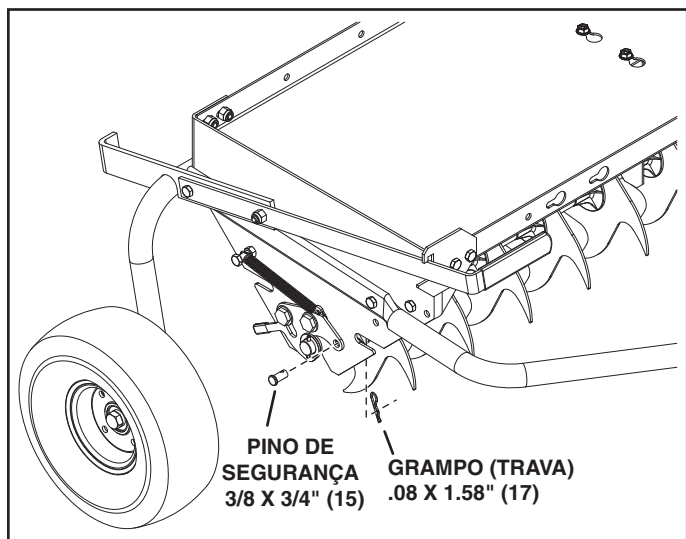

Figura 12
1. Fixe cada retentor do eixo à bandeja com uma pino de segurança de 3/8 x 3/4" (15) e um grampo .08 x 1.58" (17). Veja figura 12.
1. Para remover um eixo da Plataforma Master Smartlink, remova os pinos de segurança 3/8 x 3/4" (17) e o grampo 08 x 1.58" (17) que prendem os retentores do eixo a bandeja. Veja figura 12.
Use as alavancas nos retentores do eixo para destravar o eixo, então remova-o da Plataforma Master Smartlink. Veja figura 12